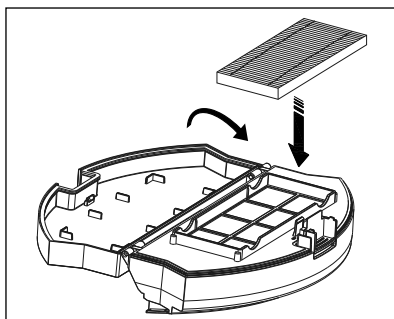

Abb. 13
- 8) Legen Sie den EPA-Filter **7** wieder in das Fach und klappen Sie den Staubbehälter **16** zu (siehe Abb. 13).